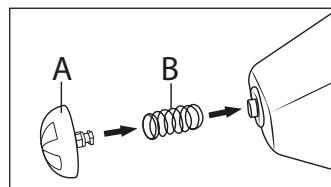
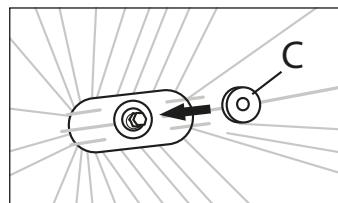

Fig. 2
Fig. 3
- Le filtre permanent ⑬ peut se colorer du fait de l'utilisation de café moulu. Ceci est normal et ne constitue pas une diminution de qualité.
- Remplacez le filtre permanent ⑬ s'il fuit ou s'il présente un autre défaut. Voir le chapitre «**Commander des pièces de rechange**».
- 4) Pour nettoyer le porte-filtre ⑪, démontez la sortie d'eau avec stop-gouttes en tirant sur le stop-gouttes A. Attention à ne pas faire tomber les différentes pièces : le ressort B risque de se détacher et vous pourriez perdre la rondelle extensible C.
Nettoyez les pièces dans l'eau de vaisselle et remontez le tout. Pour ce faire, poussez le stop-gouttes A avec le ressort B dans l'ouverture de la sortie d'eau (voir fig. 2). Tirez alors la rondelle extensible C à l'intérieur du porte-filtre ⑪ par-dessus l'extrémité en forme d'étoile de l'axe du stop-gouttes pour fixer finalement les pièces (voir fig. 3).